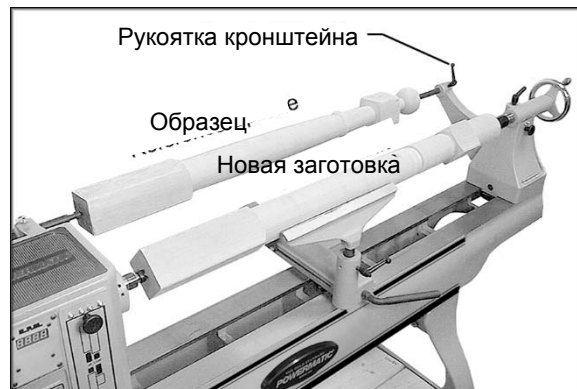

Рисунок 24
3. Установите неподвижный центр копира в кронштейн задней бабки и затяните рукоятку. См. Рис. 24.
5. Установите исходную деталь между центрами копира, как показано на Рис. 24.